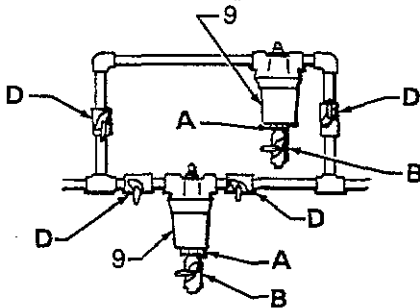

Abb. 3.1
Zwei Filter, wie in Abb. 3.1 gezeigt, installieren. Die beiden Filter müssen einen Adapter (A) und ein Ablassventil (B) in der Filtertasse (9) haben, um den Materialdruck zu entlasten bzw. das Material ablassen zu können. Vier Kugelhähne (D) am Filterein- und ausgang montieren.